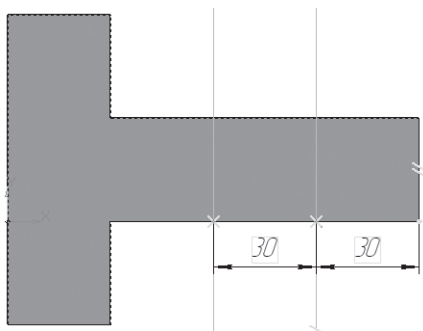

Рис. 371
- с помощью параллельных прямых найдите местоположения линий сгиба (рис. 371);